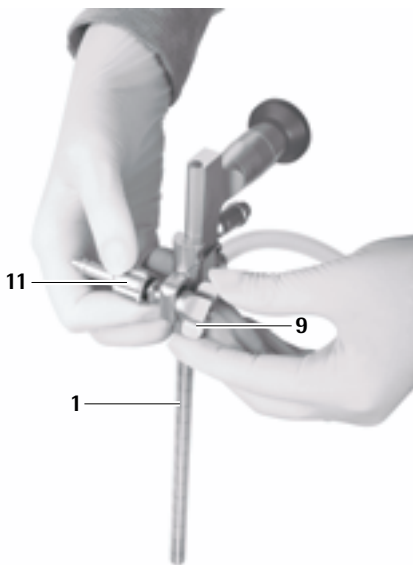

Fig. 19
- ▶ Enroscar a porca de orelhas **10** até o adaptador de braço de suporte **11** ficar fixo, ver Fig. 19.